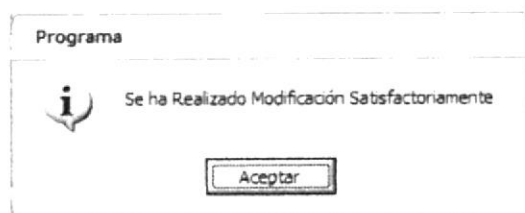

Figura 3.71 Mensaje de Modificación de Grupos de Artículos
5. Si se ha realizado la modificación aparecerá el mensaje (Ver figura 3.71)